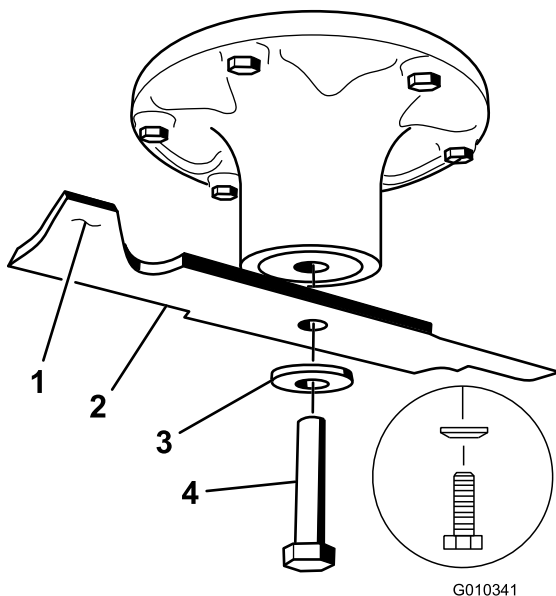

Figura 58
2. Retire del eje el perno de la cuchilla, la arandela curva y la cuchilla (Figura 58).
- Instale la cuchilla en el eje (Figura 58).
- Instale la arandela elástica y el perno de la cuchilla, con el cono de la arandela elástica hacia la cabeza del perno (Figura 58).